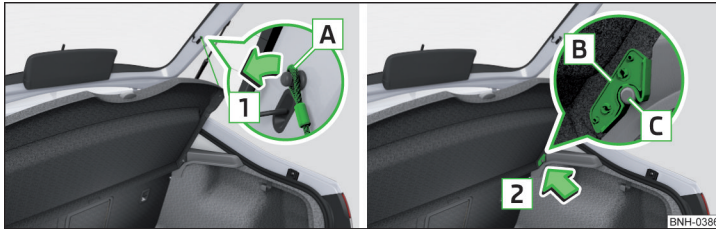

Abb. 105 Gepäckraumabdeckung herausnehmen
Sind die Haltebänder **A** » Abb. 105 an der Gepäckraumklappe eingehängt, dann wird beim Öffnen der Klappe die Gepäckraumabdeckung (nachstehend nur Abdeckung) mit angehoben.
- › Auf den beiden Seiten der Gepäckraumklappe die Haltebänder **A** in Pfeilrichtung **1** aushängen » Abb. 105.
- › Die Aufnahmen **B** an der Abdeckung über die Halterungen **C** an der Seitenverkleidung stellen » Abb. 105.